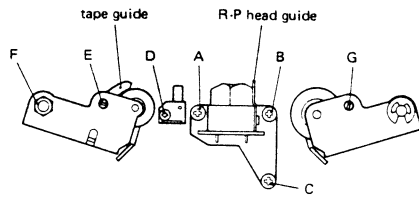
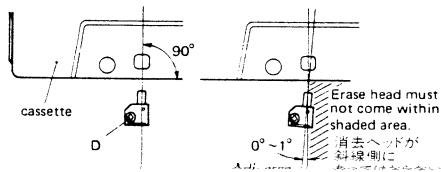
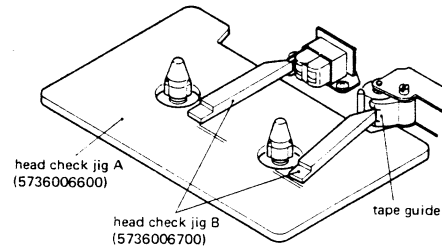

Fig. 5-4
Fig. 5-6
Fig. 5-5
2. If not, adjust screw D (shown in fig. 5-4) so that the head comes within the adj. area (fig. 5-6).
1. Place the deck in PLAY mode. Adjust screw A (fig. 5-4) so that head check jig B is aligned with the REC & PLAY head guide.
2. もし垂直でない時は図5-4に示すネジDで図5-6の範囲内に入るよう調整する。
1. PLAY状態にし、ヘッド治具(B)を録・再ヘッド・ガイドに一致するよう図5-4のネジAを調整する(図5-5参照)。
2. If the tape curls at the left pinch roller tape guide, adjust REC & PLAY head screw B (fig. 5-4) within 3/4 of a turn. When curling has disappeared, adjust screw A in the same manner to maintain the horizontal position of the head.
左ピンチ・ローラのテープ・ガイドでテープがカールする場合は、録・再ヘッドのBネジ(図5-4参照)を3/4回転以内の範囲で調整する。カールが消失したらAネジを同様に調整してヘッドの水平を保つ。